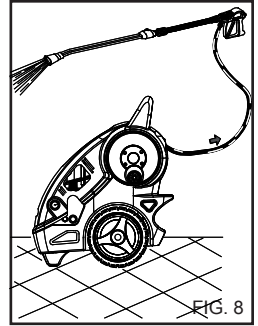

FIG. 8
Nach Benutzung eines Reinigungsmittels muß der Absaugzyklus mit sauberem Wasser nachgespült werden. (fig. 8).
1) Nach dem Gebrauch mit Reinigungsmittel muss der HD-Wasserkreis ausgespült werden: lassen Sie die Pumpe 1 Minute lang mit ganz zuge-drehtem Dosierhahn laufen. (Fig. 8).
4) Nach dem Gebrauch mit Reinigungsmittel muss der HD-Wasserkreis ausgespült werden: lassen Sie die Pumpe 1 Minute lang mit ganz zugedrehtem Dosierhahn laufen. (fig. 8).